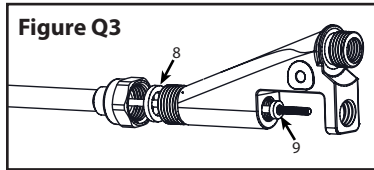

Figure Q3
4. Dévissez la rallonge à l'avant de la soupape. La rallonge peut être retirée de la soupape avec le câble métallique intérieur et le joint plat (8) peut être retiré. **(Voir la figure Q3)**
5. Dégagez et retirez avec précaution la rondelle d'étanchéité (9).